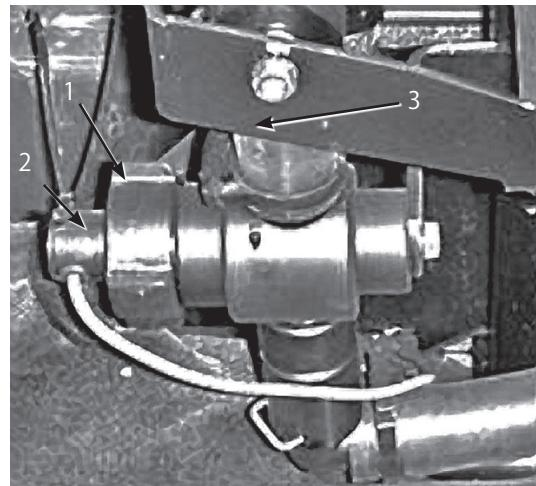

図60
1. フローメータのボディーについているリテーナ・キャップ(図60)を取る。